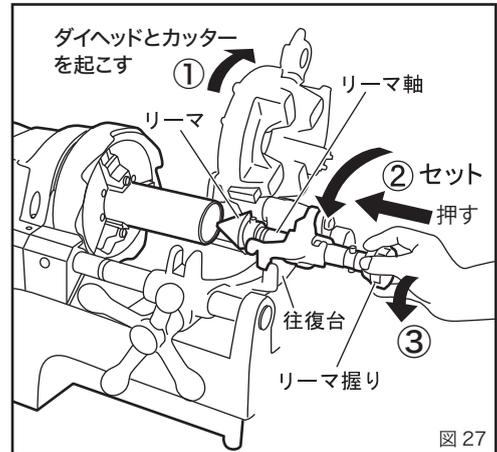

図 27
- ①使用しないダイヘッドとカッターを起こしてください。(図 27)
- ②リーマを往復台にセットしてからリーマ握りを押して、リーマを突きだします。(図 27)
- ③リーマ握りを反時計方向に回してホルダーにセットします。(図 27)